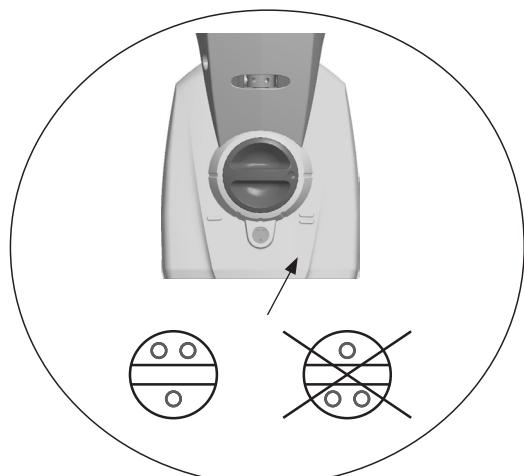

Fig. 4
- Einstellung: wird nicht gebraucht für 22 mm heftklammern. Dieses Klammergerät ist nur für 22 mm Heftklammern. Die Klemmeinstellung so einstellen, wie in Fig. 4 beschrieben.